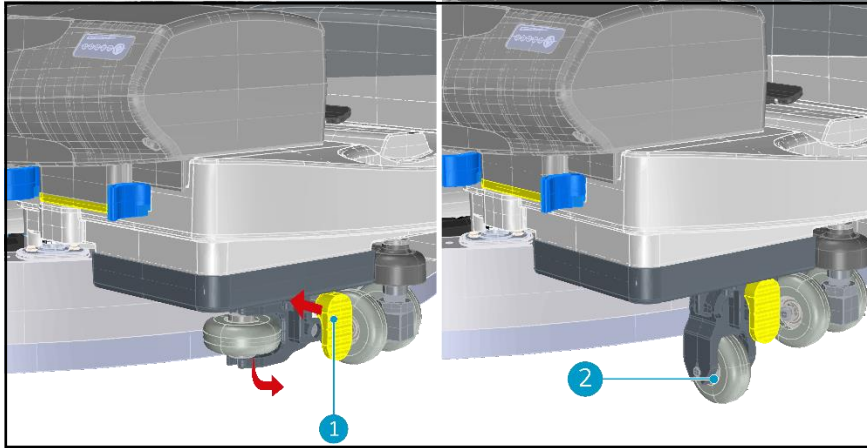

Figure 25
2. Pousser le levier (Figure 25, pos. 1) en suivant la flèche .
3. Tirer le kit de poussoir vers le bas. La roue descend (Figure 25, pos. 2).
1. Pour le désactiver, poussez le levier. (Fig. 25,1) Le poids de la machine pousse le kit de relevage vers l'intérieur.